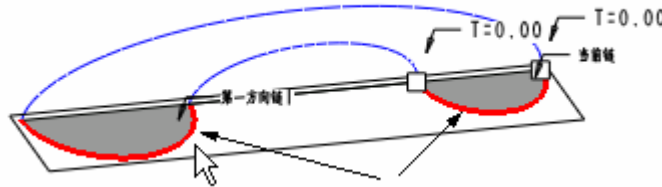

图 61-4
- (1) 单击菜单【插入】 【边界混合】命令，打开边界混合特征操控板。
- (2) 按下 Ctrl 键，选取图 61-4 中箭头指示的两条曲线。